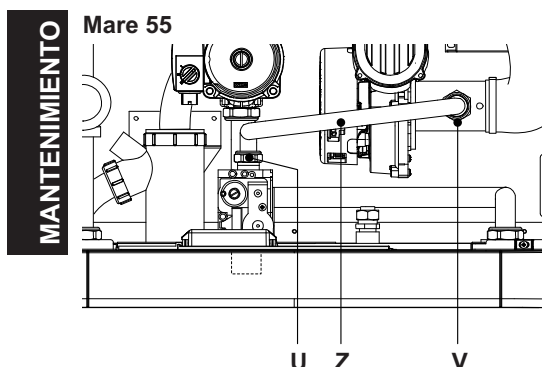

Fig. 8.1
- Desenrosque los anillos (U) y (V) y desmonte el tubo del gas (Z) Fig. 8.1.